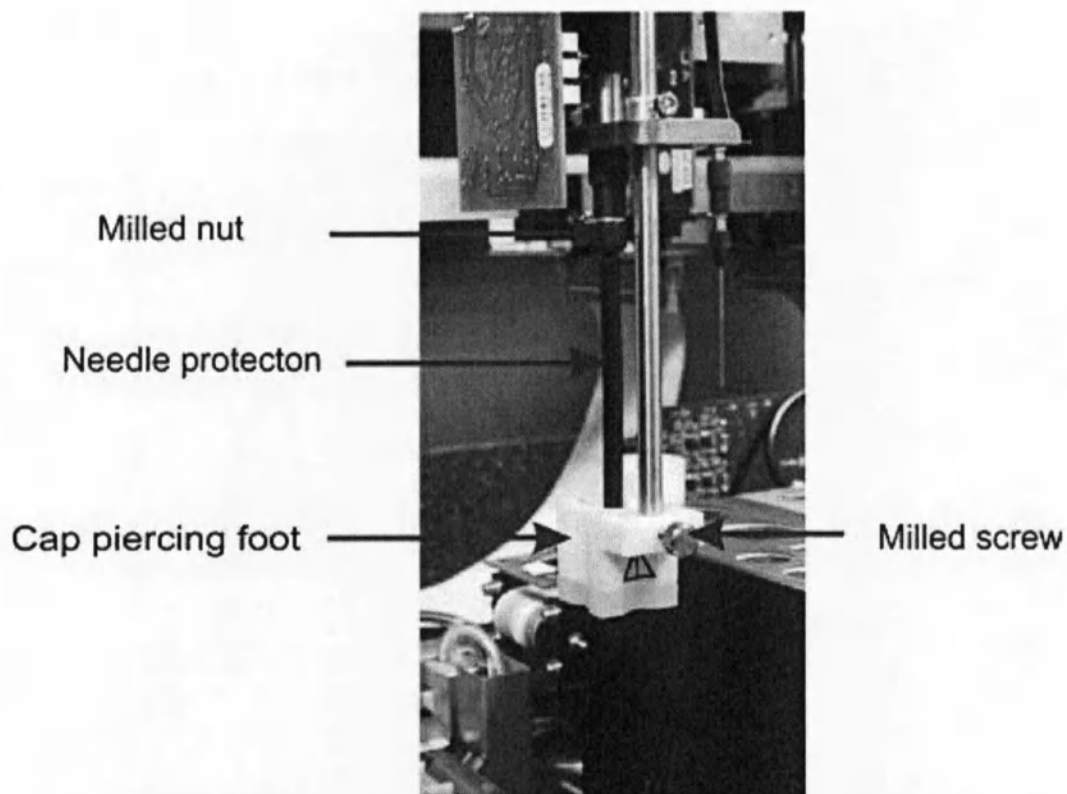

Рисунок 3 – Прокалывающая игла + Защита иглы (needle protection)
- Удалите винт с основания для прокалывания крышек (cap piercing foot) (стремя) – (см. рисунок 3)